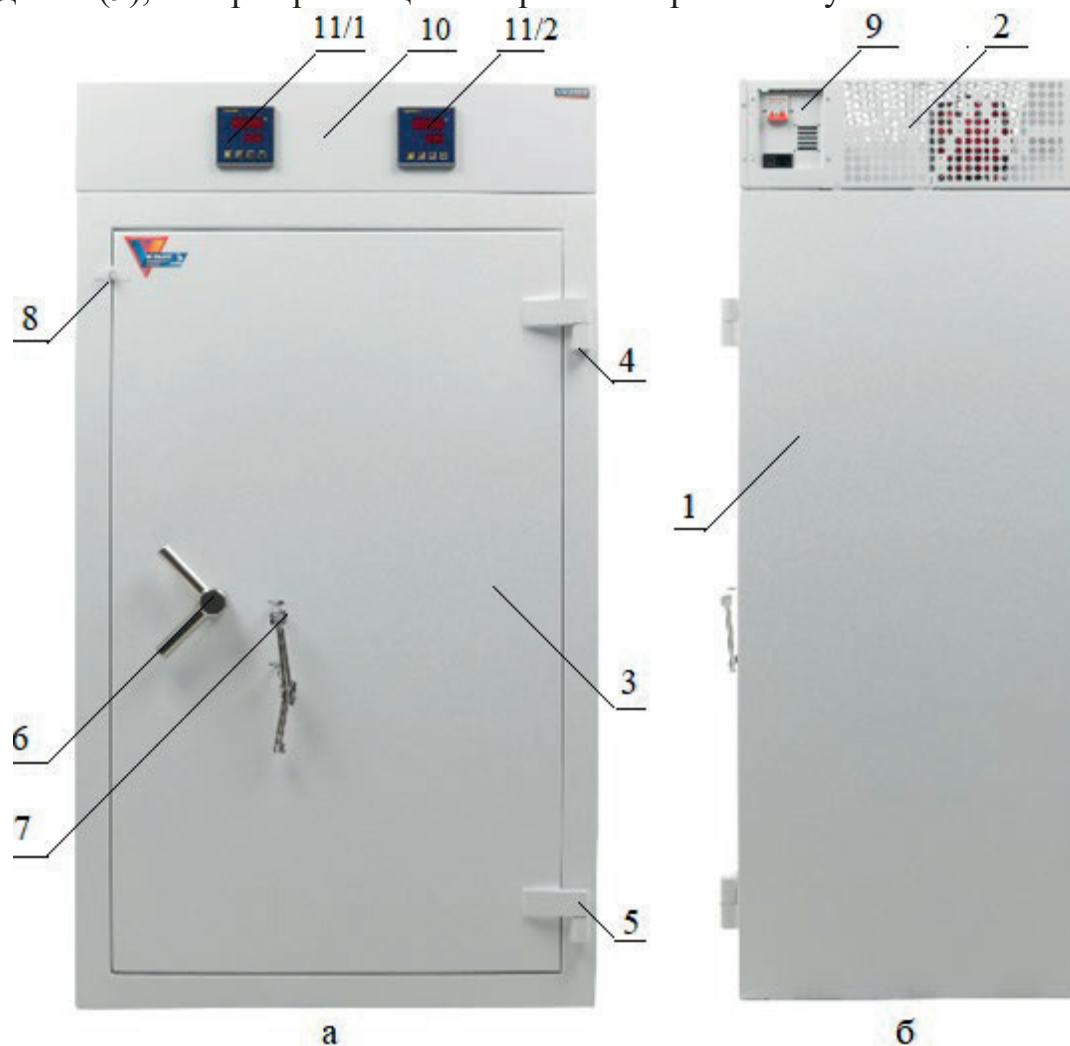

Рис. 7. Общий вид изделий TS-3/100 и TS-3/25 мод. Форт-1385.3.
4.33 На рис. 7 изображены сейфы-термостаты TS-3/100 (рис.7а) и TS-3/25 мод. Форт-1385.3 (рис.7б), которые обладают одинаковыми габаритными размерами, оснащены двумя независимыми термостатами, а также выдвижными ящиками.